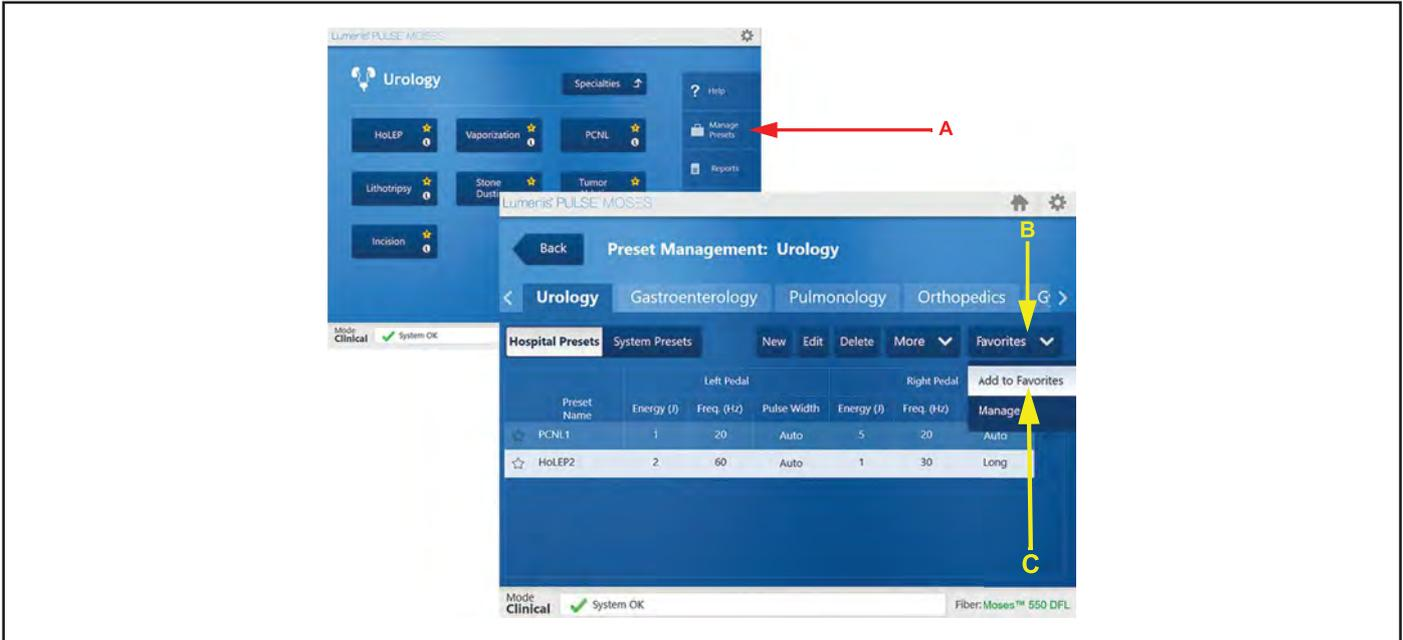

Figure 50 : Preset Management - Add to Favorites (Gérer les préreglages – Ajouter aux favoris) (1)
1. Sur l'écran **Home** (Accueil), appuyer sur **Manage Presets** (Gérer les préreglages) (**A**, voir figure 50).